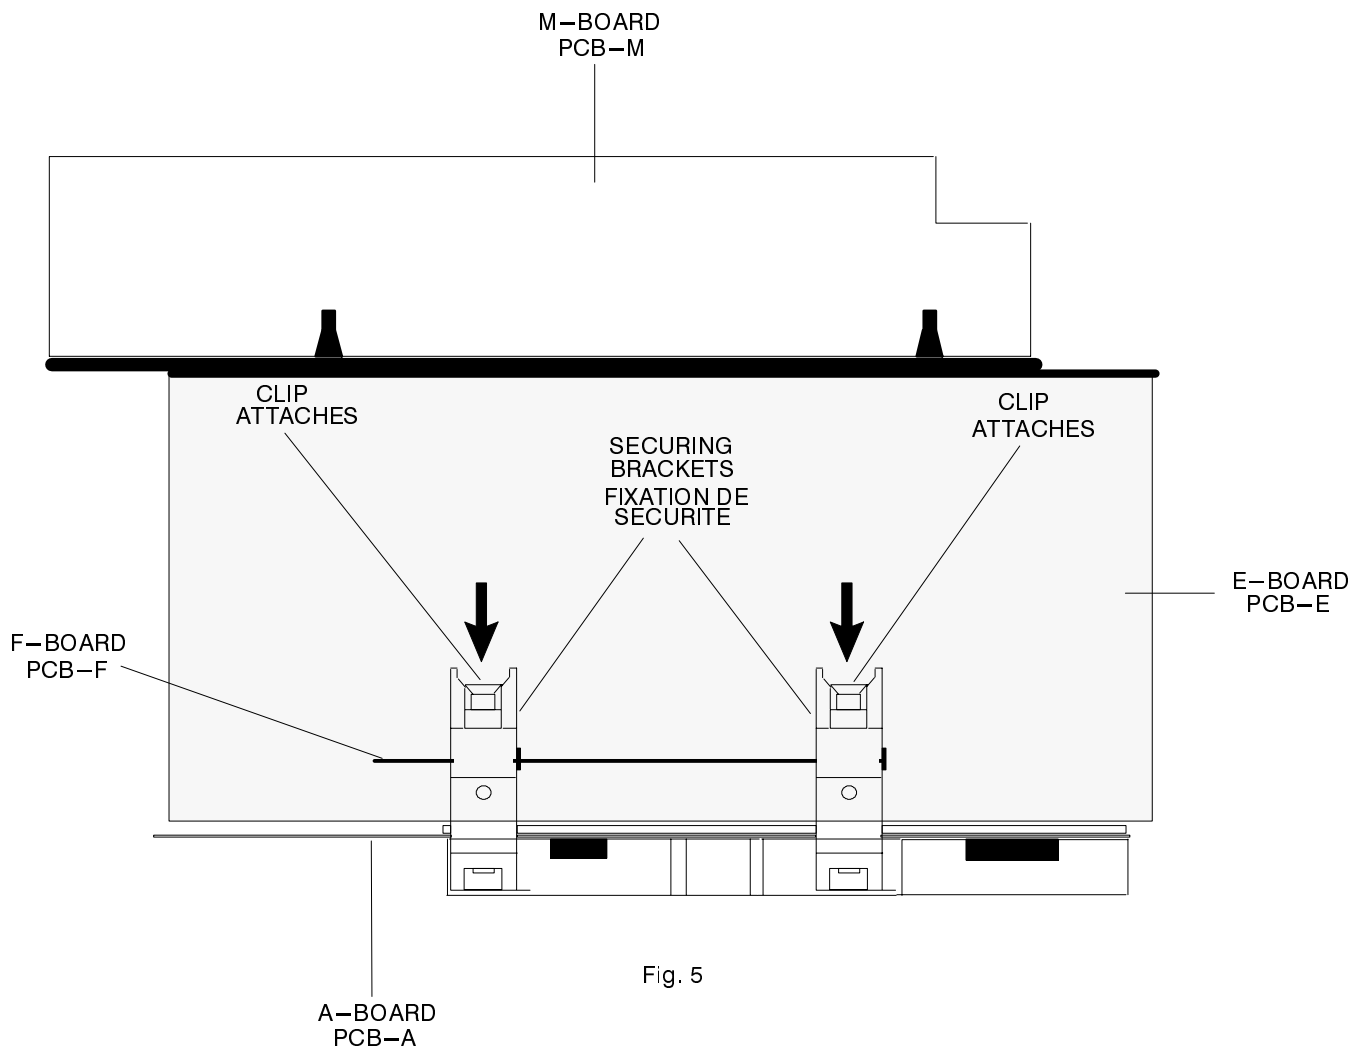

Fig. 5
2. Release the A and F boards securing brackets by pushing the clips in the direction shown in Fig.5, and remove the A - board by gently lifting vertically.
2. Retirer les fixations de sécurité des PCB-A et F en poussant les attaches dans la direction indiquée Fig.5, retirer la PCB-A en la tirant doucement verticalement.